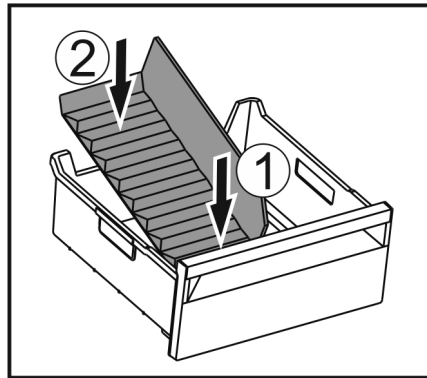

Fig. 100
- Vorderen Teil des Eisfach-Trenners einsetzen. Fig. 100 (1)
- Hinteren Teil des Eisfach-Trenners bis zum Schubfachboden absenken. Fig. 100 (2)